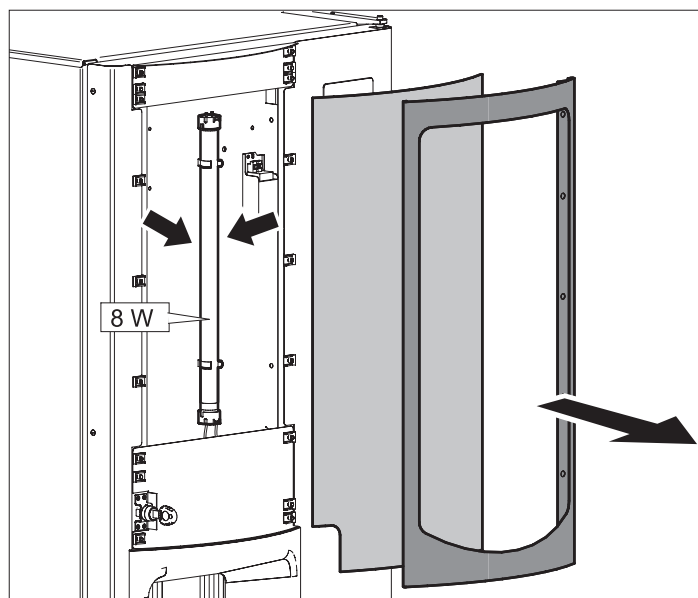

Fig. 6.20
- Sostituire quindi la lampada al neon estraendola delicatamente dall'apposito supporto (Fig.6.20).